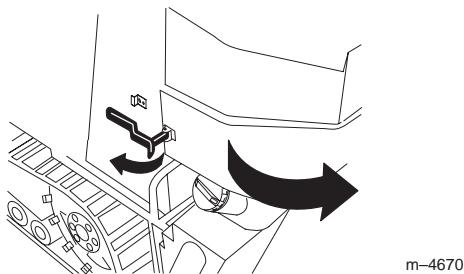

Bild 21
- Ziehen Sie den Riegel heraus und nach vorne, um ihn vom Arretierungsbügel am Zugmaschinenrahmen zu entfernen (Bild 21).
- Schwenken Sie die hintere Abdeckung nach rechts (Bild 21).
- Positionieren Sie den Riegel über den Arretierungsbügel (Bild 21).
- Ziehen Sie den Riegel nach hinten und drücken Sie ihn hinein, um ihn zu arretieren (Bild 21).